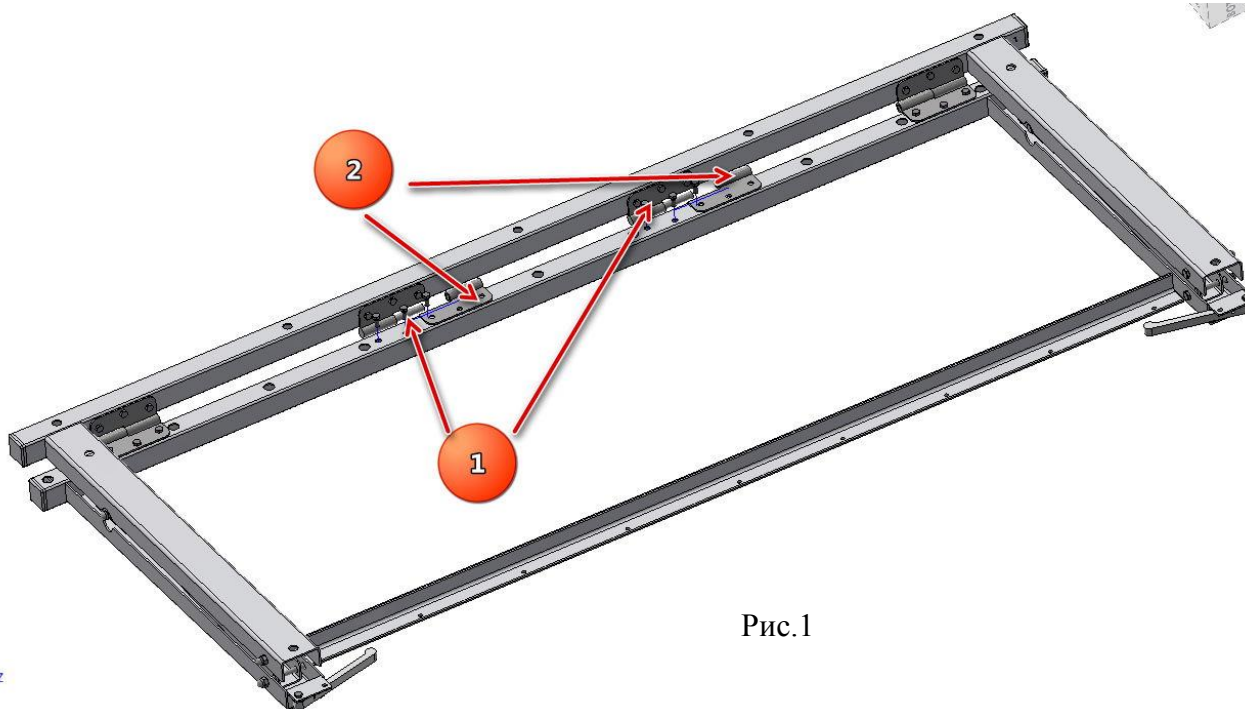

Рис.1
3. Снимите две центральные полупетли с поворотной рамы (та что с ручками) Рис.1 поз.2 открутив по 3 болта M5x12 поз.1.